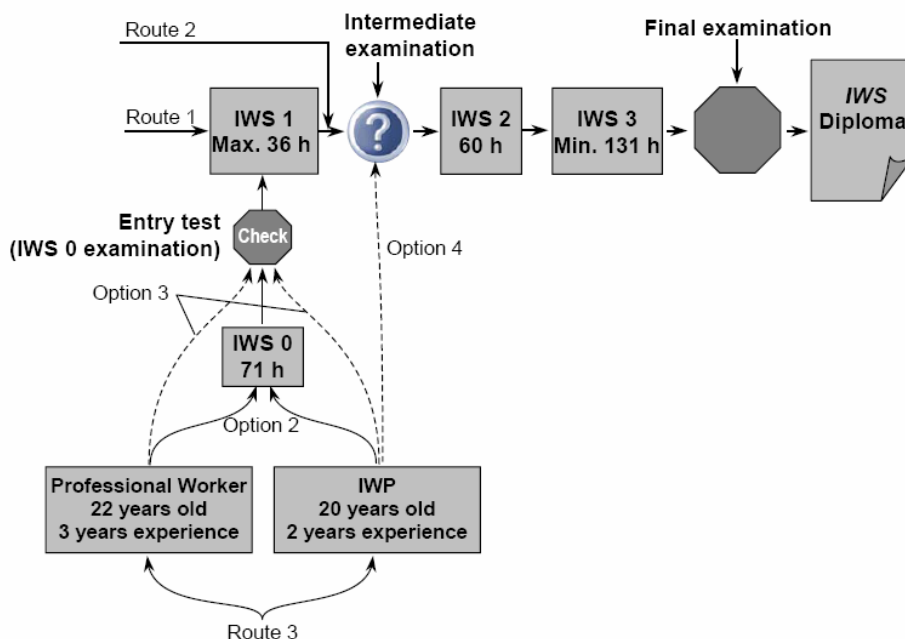

Figure 3
- être Praticien International en Soudage (IWP) ou (voir l'option 2 sur la figure 3)
Les définitions nationales sont données dans le Répertoire des Conditions d'Accès (voir l'option 2 figure 3).
3. Un ouvrier professionnel qualifié (tel que défini ci-dessus) ou un détenteur de diplôme IWP ne remplissant pas les exigences nationales d'accès IWS devrait être autorisé à accéder directement à l'examen IWS Partie 0 s'il peut prouver qu'ils ont acquis les connaissances prescrites par l'IWS Partie 0 (voir l'option 3 figure 3).
4. si le détenteur du diplôme IWP remplit les conditions nationales d'accès IWS, il peut être dispensé de l'examen d'entrée (examen IWS Partie 0) et du cours IWS Partie 1 et réaliser seulement l'examen intermédiaire IWS Partie 1 (voir l'option 4 de la figure 3).